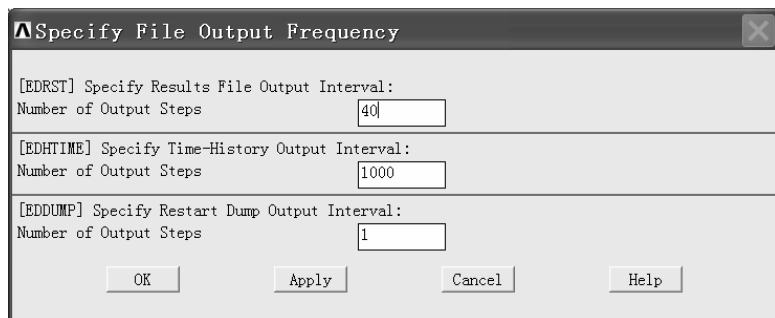

图 4-54 “Specify File Output Frequency”窗口
(4) 在“Specify Output File Types for LS-D...”窗口中“File options”后的方框中选择“Add”（单击该方框后的倒立三角形来选择）。在“Produce output for...”后的方框中选择“LS-DYNA”（单击该方框后的倒立三角形来选择），然后单击该窗口中的“OK”按钮。
(5) 依次选择 Main Menu>Preprocessor>Solution>Output Controls>File Output Freq>Number of Steps, 弹出“Specify File Output Frequency”窗口(见图 4-54)。